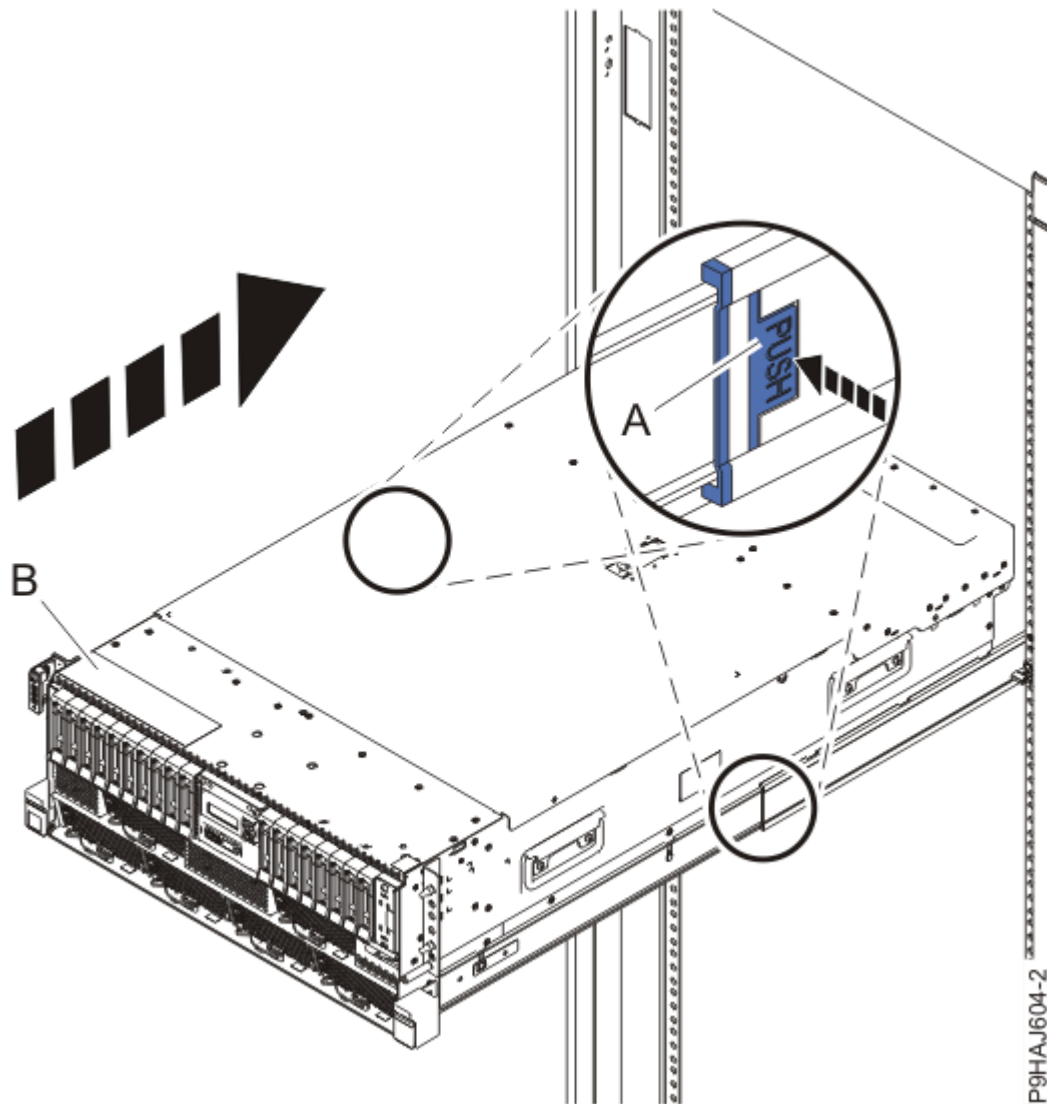

Abbildung 31. System in die Betriebsposition bringen
2. Entsperren Sie bei einem Einschubsystem die blauen Schienensicherheitsverriegelungen (**A**), indem Sie sie nach innen drücken (siehe Abbildung 31 auf Seite 34).